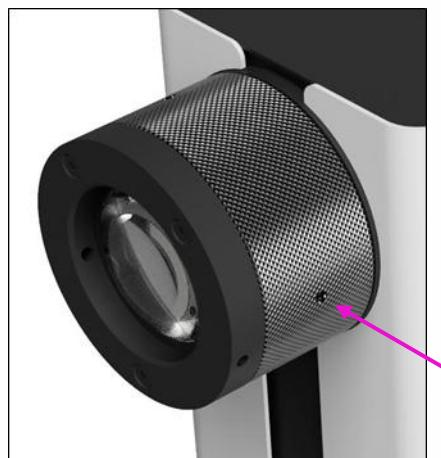

図 29 : pE-400 シリーズ・ダイレクト・フィット光源の光学調整は、光出射バレルをひねることで行います。グラブネジ（水色の矢印）をまず緩める必要があります。
1. 光出力バレルのグラブネジを緩めます（図 29、矢印）。